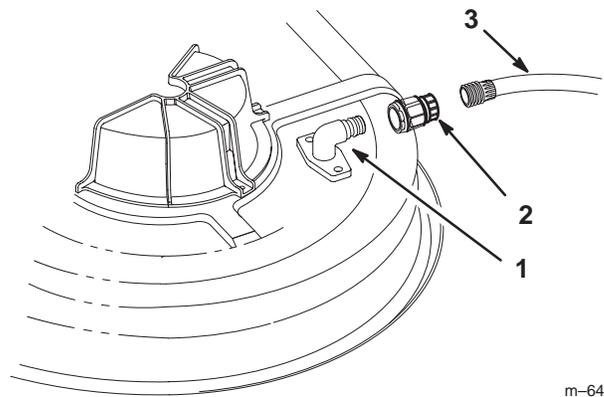

Figure 48
3. Vissez l'accouplement du tuyau à l'embout de lavage du carter de tondeuse et ouvrez l'eau en grand (Fig. 48).